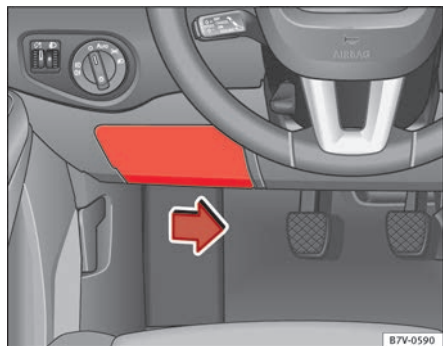

Abb. 199 Auf der Fahrerseite in der Instrumententafel: Abdeckung des Sicherungskastens.
- Zum Entriegeln des Deckels den Betätigungshebel an der Unterseite nach rechts drücken ⇒ Abb. 199.